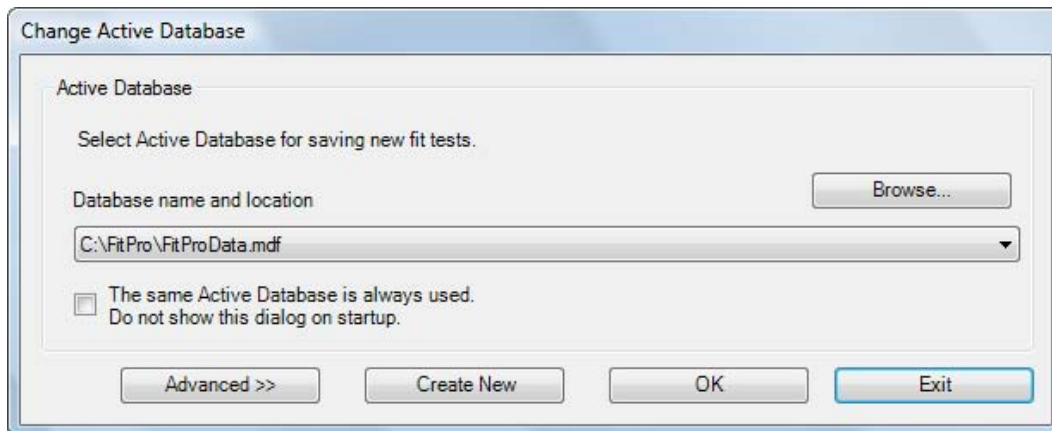

Ilustración 1. Cuadro de diálogo Change Active Database (Cambiar la base de datos activa)
2. Cuando el software FITPRO™ se inicie, aparecerá el cuadro de diálogo **Change Active Database** (Cambiar la base de datos activa) (Ilustración 1).